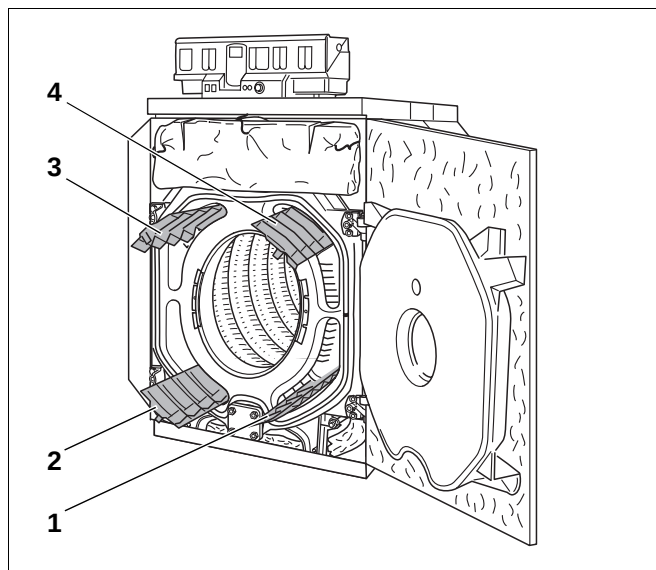

Fig. 66 Uttagning av røykgass-styreplater
- Ta røykgass-styreplatene frem og ut av røykgasskanalene (fig. 66, **pos. 1 – 4**).